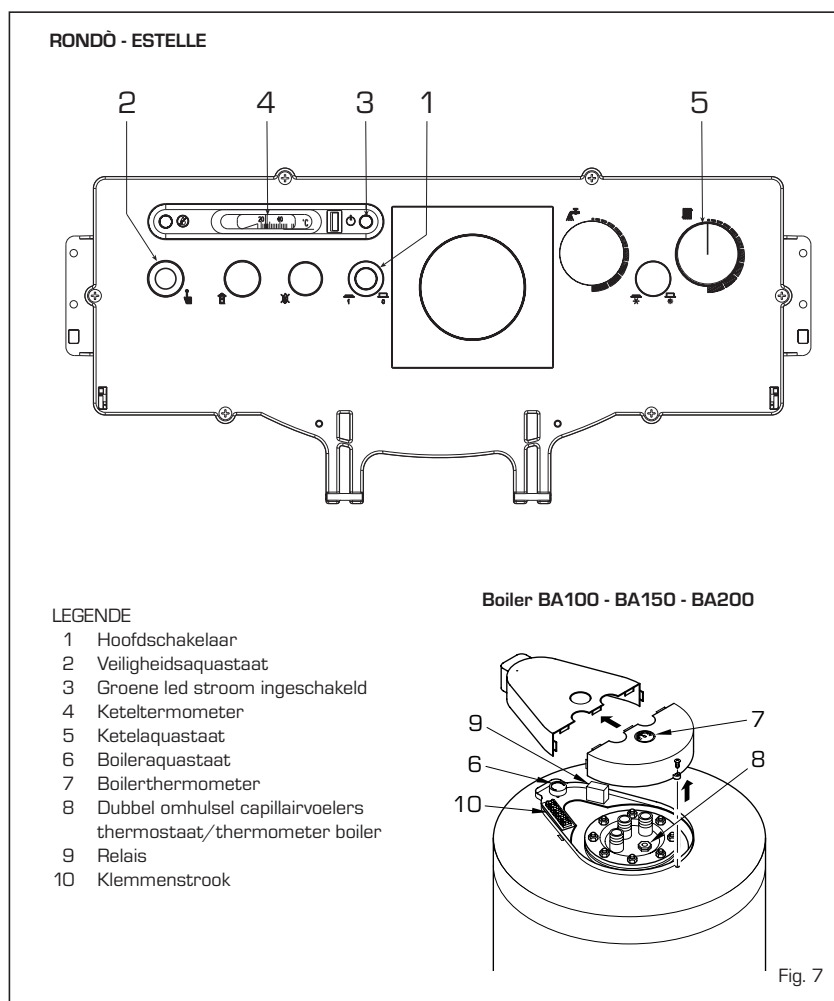

Fig. 7
- verwijder de deksel van de boiler om bij het klemmenblok van de boiler te kunnen komen (fig. 7);
##### 3.2.1 Inbedrijfstelling van de ketel (fig. 7)
### 3.2.2 Veiligheidsaquastaat (fig. 7)
### 3.2.4 De ketel uitschakelen (fig. 7)